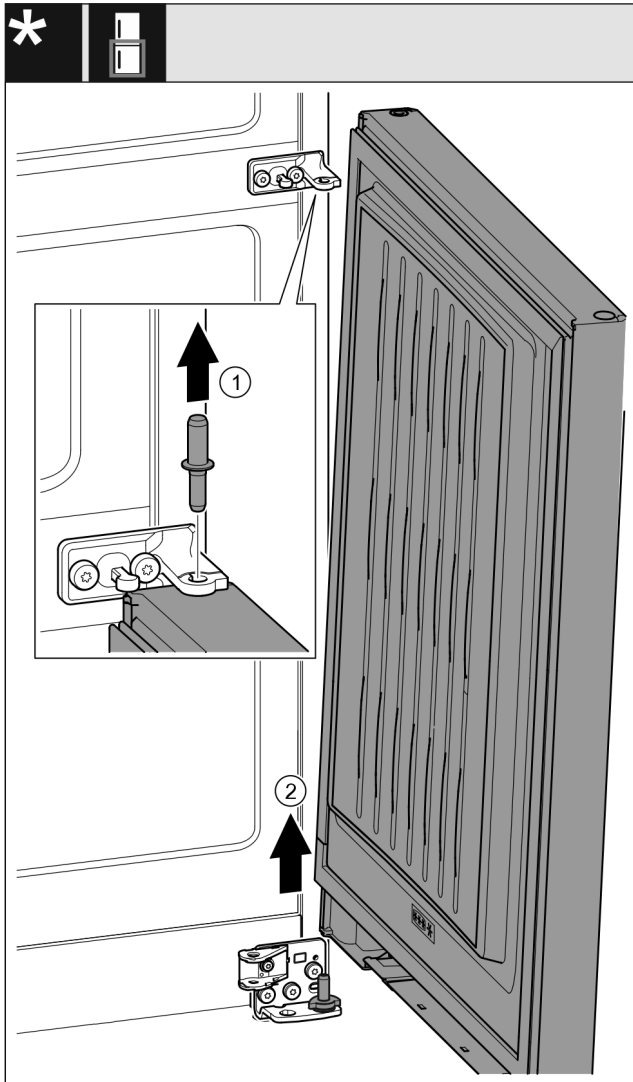

Fig. 23 \*
- ▶ 向上拉出螺栓。 Fig. 23 (1)\*
- ▶ 向外旋转冰箱门，向上拉出后放在旁边。 Fig. 23 (2)\*